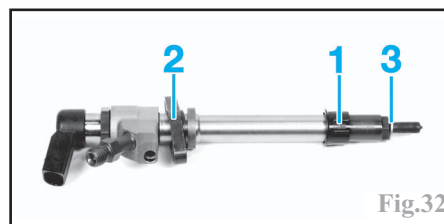

Fig.32
Enfoncer le joint neuf (1) directement sur la culasse (Fig.32).